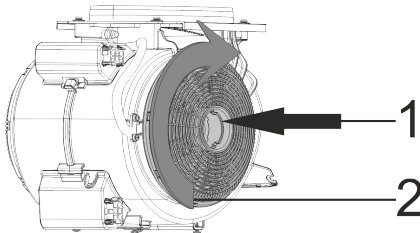

Fig. 7: KUL10 & KUL13
- 1- Placera kolfiltrena på motorns sidor (Fig. 7).
- 2- Vrid på kolfiltrena. Det ena medurs, det andra moturs (Fig. 7).